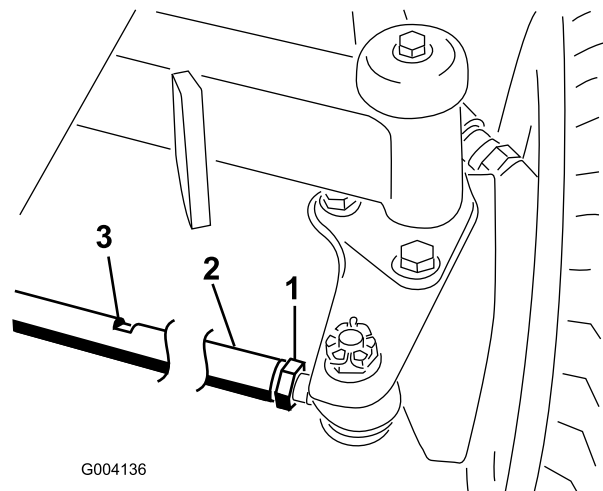

Figura 91
2. Afloje las contratuercas de ambos extremos del tirante (Figura 91).